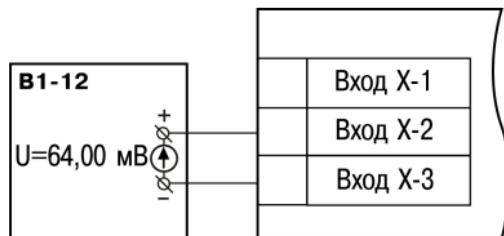

Рисунок 8.1 – Подключение источника постоянного напряжения
- Подключить к прибору источник постоянного напряжения классом точности не ниже 0,05 (например, прибор для поверки вольтметров В1-12), соблюдая полярность (*рисунок 8.1*).